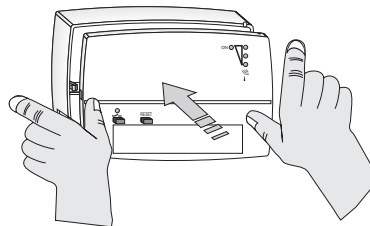

Fig. 9.i
- Pousser avec les deux mains la partie avant sur la base, comme illustré dans la figure 9.i, jusqu'au dé clic de verrouillage des crochets appropriés de la base.
- Réfermer attentivement le récepteur (fig. 9.i - fig.10.i).